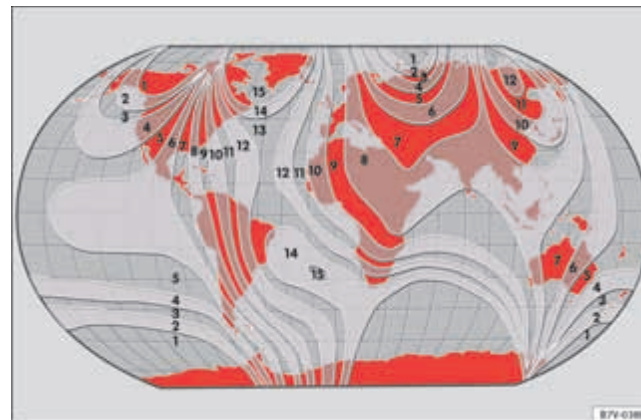

Fig. 36 Zonas magnéticas.
- Seleccionar la zona magnética correspondiente a la situación del vehículo → fig. 36.